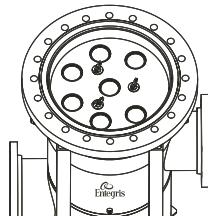

図 19.
9. 押さえ板を蝶ナットとワッシャーで締め付けます(図 19)。